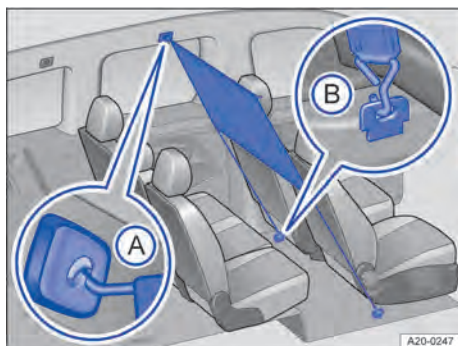
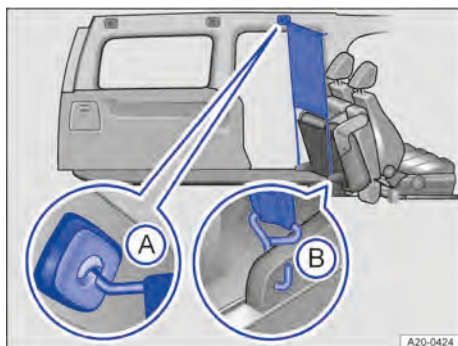

Abb. 155 Hinter der ersten Sitzreihe: Eingebaute Netztrennwand.
Abb. 156 Hinter der umgeklappten zweiten Sitzreihe: Eingebaute Netztrennwand.
2. Netztrennwand in die *vordere linke* → Abb. 155 A oder → Abb. 156 A Aufnahme im Dach einhaken. Darauf achten, dass die Querstange über die obere Position hinaus nach unten gezogen wird.
4. Netztrennwand in der Befestigung einhaken → Abb. 155 B oder → Abb. 156 B.